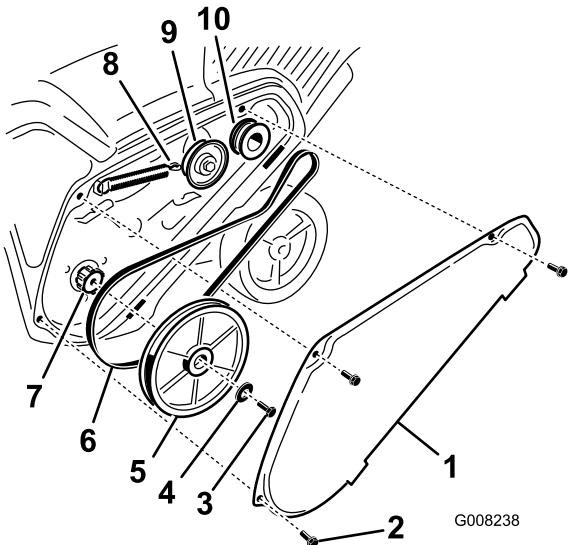

Figure 28
1. Enlevez le couvercle de la courroie d' entraînement après avoir retiré les 3 boulons comme illustré (Figure 28).
2. Décrochez le ressort de frein du bras de la poulie de tension pour détendre la courroie (Figure 28).
3. Enlevez la vis et la rondelle bombée qui retiennent la poulie de rotor (Figure 28).
4. Retirez la poulie de rotor et la courroie d' entraînement (Figure 28).
**Remarque:** Acheminez la courroie neuve autour de la poulie du moteur, puis de la poulie de tension, et enfin autour de la poulie de rotor desserrée, située juste au-dessus de l'arbre de rotor (Figure 28).
6. Montez la poulie de rotor sur l'arbre de rotor (Figure 28).
7. Montez la rondelle bombée et le boulon de fixation de la poulie de rotor, et serrez-les solidement (Figure 28).